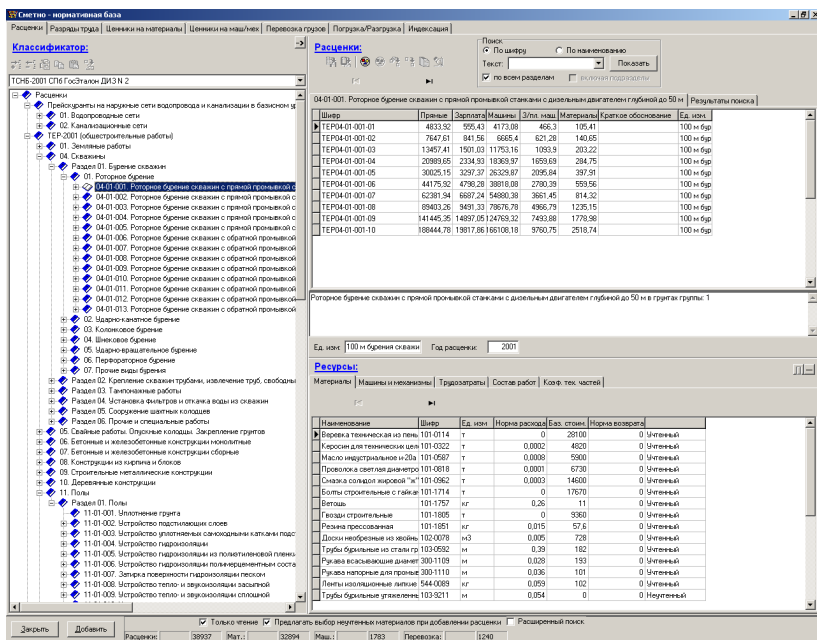

Рис. 3.7 Диалоговое окно «Сметно-нормативная база».
3. В открывшемся окне «**Сметно-нормативная база**» (Рис. 3.7) выберите нужную работу и нажмите кнопку «Добавить». Работа будет добавлена в таблицу работ.